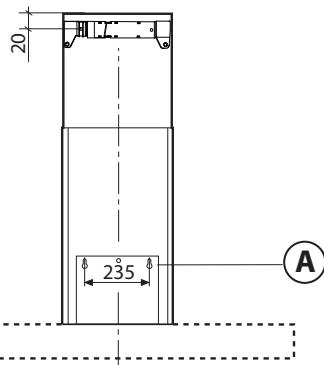
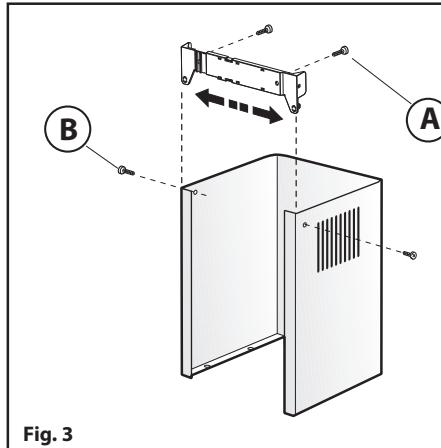
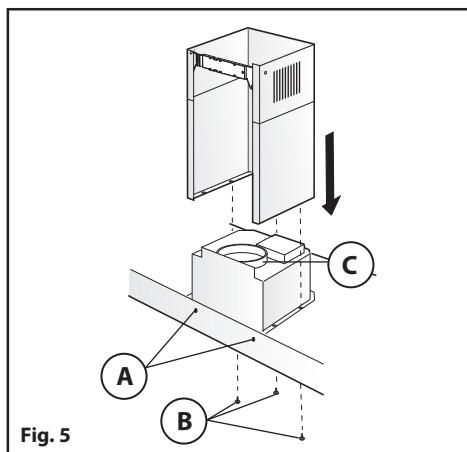

Fig. 2
Fig. 3
Fig. 5
- Exécuter les trous **A** en respectant les cotes indiquées (**Fig. 2**).
- Cette opération terminée, fixer la hotte définitivement au moyen des 2 vis **A** (**Fig. 5**).
- Régler d'abord la largeur de la bride de support du raccord supérieur (**Fig.3**)
- Esuite la fixer au plafond, de manière à ce qu'elle soit sur l'axe de votre hotte au moyen des vis **A** (**Fig.3**), tout en respectant la distance depuis le plafond indiquée à la **Fig.2**.
- Raccorder la bride **C** au trou d'évacuation de l'air au moyen d'un tube de raccordement (**Fig.5**).
- Introduire le raccord supérieur à l'intérieur du raccord inférieur. Fixer le raccord inférieur à la hotte au moyen des vis **B** fournies (**Fig.5**), retirer le raccord supérieur jusqu'à la bride et le fixer au moyen des vis **B** (**Fig.3**).